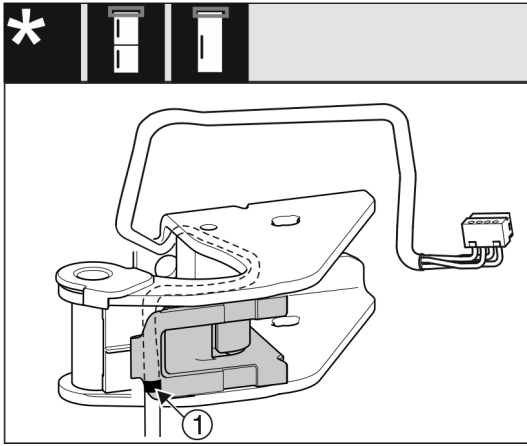

Fig. 19
- ▷ Për këtë duhet që shenja e mesit të ndodhet në buzën e mbajtëses së kabllos Fig. 19 (1).